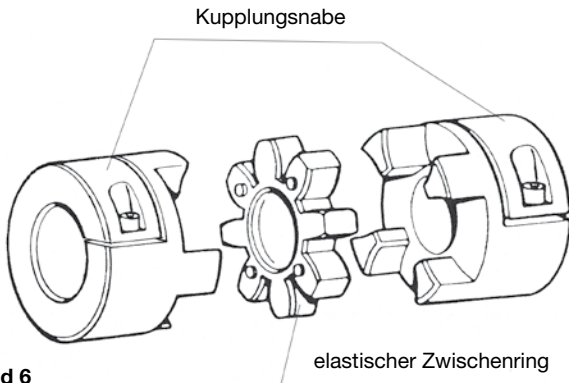

Bild 6
ROBA®-ES steht für elastische (E), spielfreie (S) Wellenkupp- lung. Sie besteht aus zwei Kupplungsstaben und einem elastischen – sternförmigen Zwischenring (Bild 6).